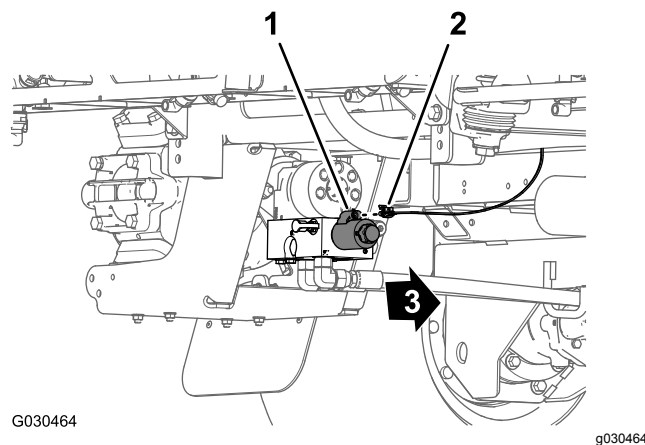

Figure 134
1. À l'arrière de la machine (du côté intérieur de la pompe de pulvérisation), branchez le connecteur à 2 douilles identifié par **Spray Pump Solenoid** (solénoïde de pompe de pulvérisation) de la branche de 86 cm du faisceau au connecteur à 2 broches du relais de la pompe (Figure 134).